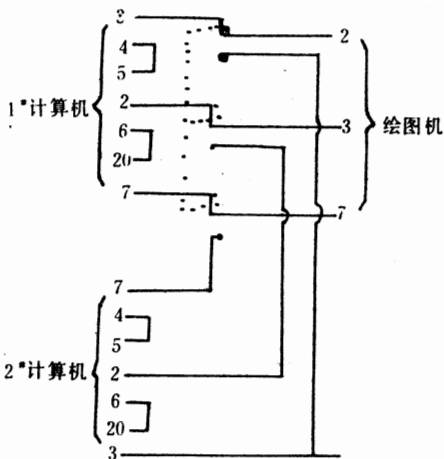

图 2-24 “一选三”转换器接线图
3. 准备 2 根或 3 根 3 芯线,若无,则用一般的软接线套上套管代用,按图 2-24 接线,此故障即可排除。